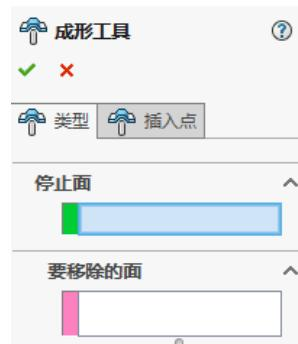

图 10.4.3 “成形工具”对话框
(1) 选择命令。选择下拉菜单 **插入(I)** → **钣金(B)** → 成形工具 命令，系统弹出如图 10.4.3 所示的“成形工具”对话框。